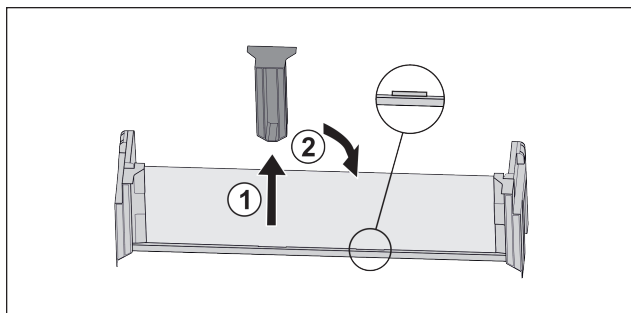

Fig. 114
- ▶ Desprindeți piesa de susținere intermediară Fig. 114 (1).
- ▶ Introduceți piesa de susținere intermediară la a doua poziție Fig. 114 (2).